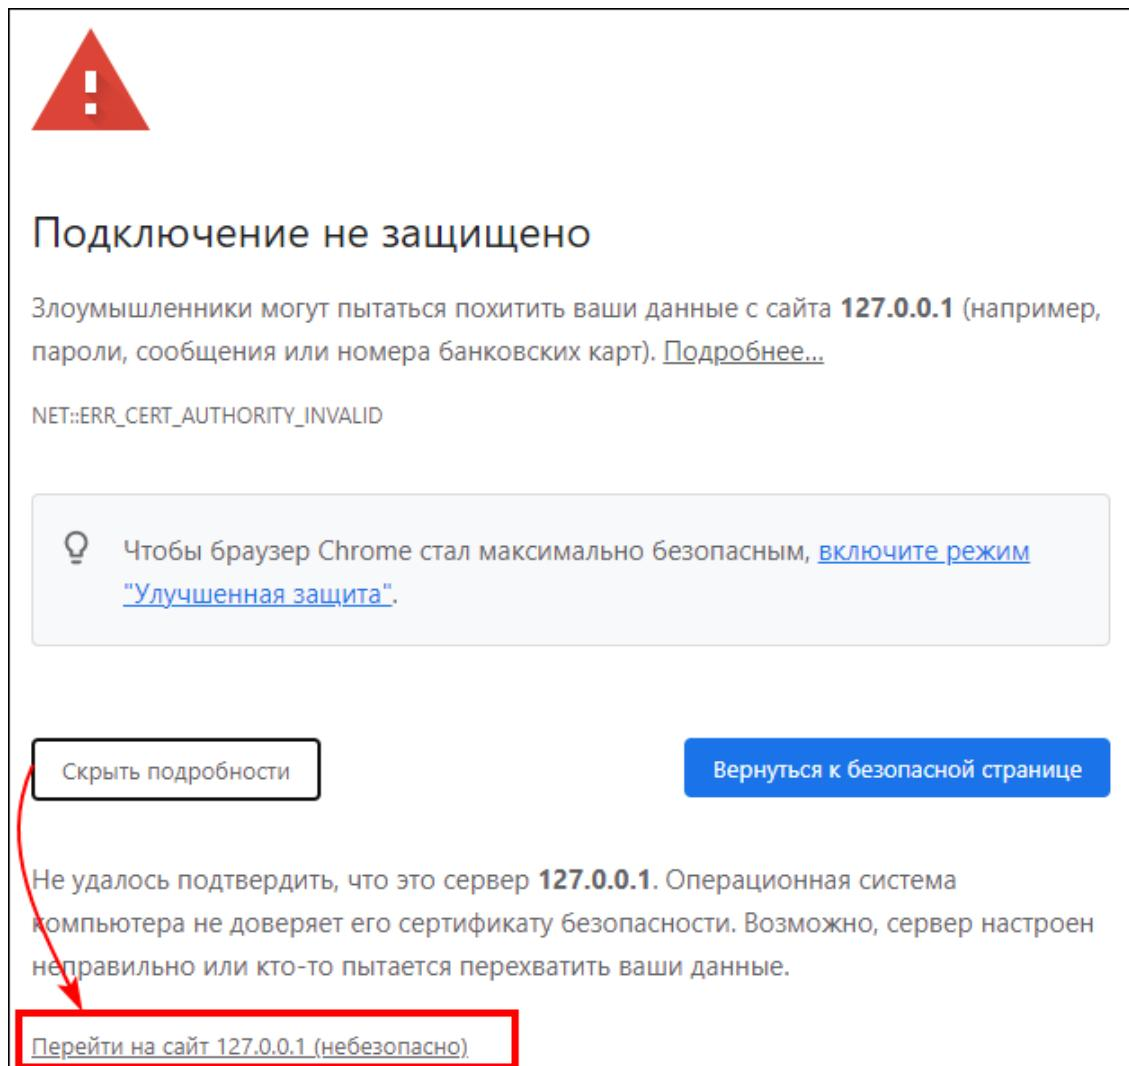

Рисунок 514 - Подключение не защищено
- Появится предупреждение «Подключение не защищено». Нажмите **Подробности → Перейти на сайт...** (Рисунок 514).